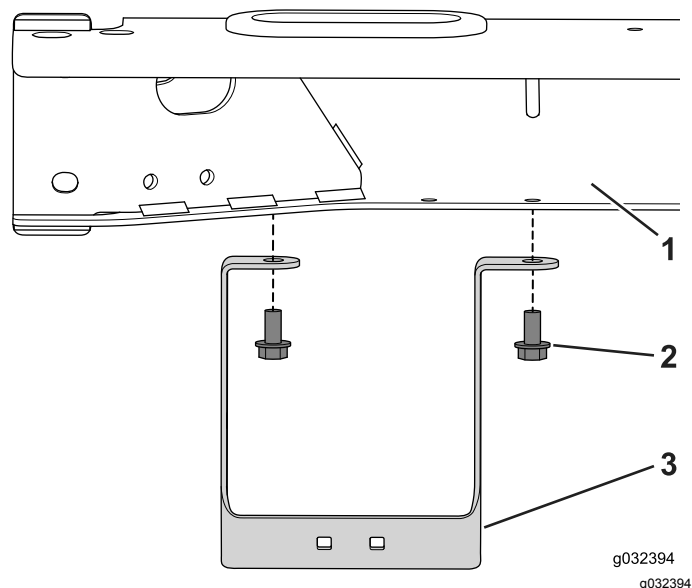

Figure 17
1. Fixez le support au cadre à l'aide des 2 boulons (5/16" x 5/8") (Figure 17).